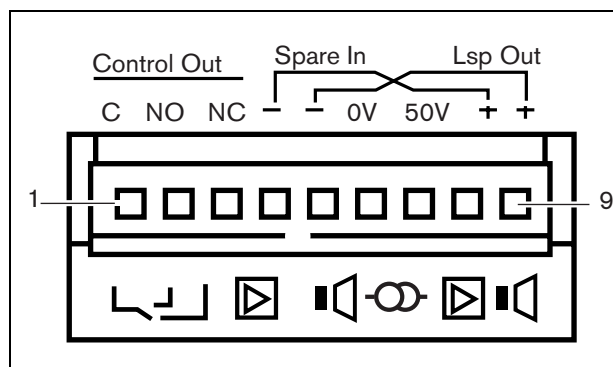

figura 8.3: Connettore dei canali dell'amplificatore
Un canale dell'amplificatore (vedere figura 8.3) è un gruppo di segnali in uscita che sono stati elaborati dalla stessa unità di amplificazione dell'amplificatore di potenza. Il numero dei canali dell'amplificatore dipende dal tipo di amplificatore (vedere tabella 8.2)
Ogni canale dell'amplificatore è dotato di un'uscita di controllo. L'uscita di controllo può essere usata per inviare segnali ad una terza apparecchiatura in modo da avviare azioni. Ogni uscita di controllo è dotata di tre pin (vedere figura 8.3). Il piedino comune (C) dell'uscita di controllo dovrebbe sempre essere connesso. Il fatto che l'altro pin connesso sia quello normalmente chiuso (NC) o normalmente aperto (NO) dipende dall'azione che si desidera abbia luogo quando l'uscita di controllo è attiva (vedere tabella 8.4).